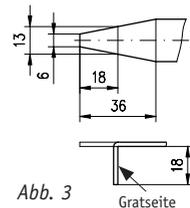

Abb. 3
- **Schutzband SB** (nicht im Lieferumfang von PS oder PSL) vorbereiten (Abb. 3). Dies ist bei sehr kurzen Längen und bei werksseitig vorbereitetem Band nicht notwendig.